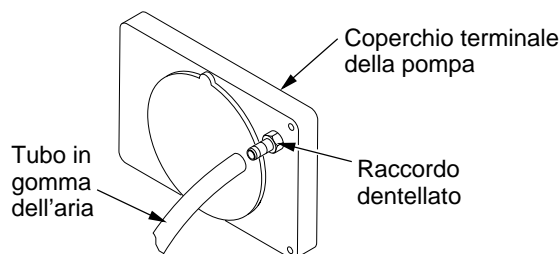

Figura 21. Collegamento tra il tubo dell'aria e il raccordo dentellato
4. Controllare se i tubi in gomma del combustibile e dell'aria sono incrinati o forati. Se il tubo del combustibile è danneggiato, scollegarlo dal raccordo dell'ugello (vedere la Figura 17 o 18, pagina 12) e dal filtro del combustibile (vedere a pagina 9). Se il tubo dell'aria è danneggiato, scollegarlo dal raccordo dell'ugello (vedere le Figure 17 e 18, pagina 12) e dal raccordo dentellato sul coperchio terminale della pompa (vedere la Figura 21).
5. Installare il tubo del combustibile o dell'aria nuovo (o entrambi). Il tubo dell'aria va collegato al raccordo dentellato sul coperchio terminale della pompa (vedere la Figura 21) e al raccordo dell'ugello (vedere le Figure 17 e 18, pagina 12). Il tubo del combustibile va collegato al filtro del combustibile (vedere a pagina 9) e al raccordo dell'ugello (vedere le Figure 17 e 18, pagina 12). Se il riscaldatore è un modello GK20, disporre i tubi del combustibile e dell'aria approssimativamente come illustrato nella Figura 17, pagina 12.